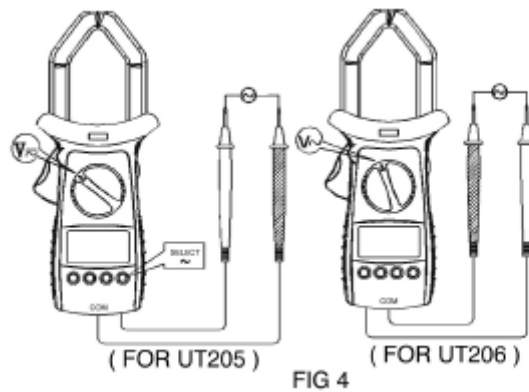

FIG 4
### B. Masurare tensiune alternativa (AC) (vezi fig.4)